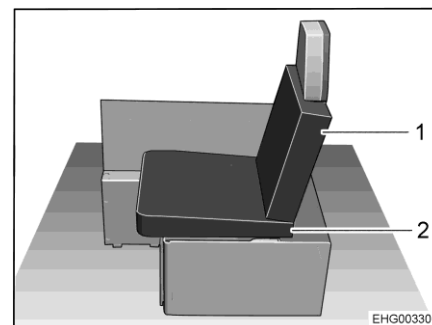

Fig. 22 Après la transformation
- Poser l'un des coussins d'assise de la banquette longitudinale gauche (Fig. 22,2) sur la banquette. Tenir compte de ce que le coussin d'assise est cunéiforme : il doit être légèrement incliné en direction du dossier (voir Fig. 22).
- Poser l'un des coussins supplémentaires fournis contre le dossier du siège emboîtable pour servir de coussin de dossier (Fig. 22,1).